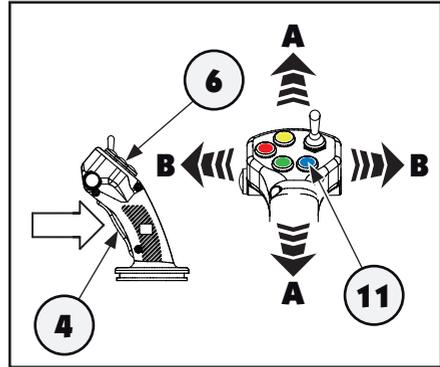

Abb. 5.75
Wenn der Joystick (6) in die in der Abbildung (Abb. 5.75) gezeigte Richtung "A" bewegt und gleichzeitig die Sicherheitstaste (4) (Tot Mann-Taste) und die blaue Taste (11) gedrückt werden, wird die ein-fachwirkende Hydraulikbuchse, die sich auf dem vorderen Ventilblock (Abb. 5.76) befindet, gespeist (bei den Traktoren mit Fronthebewerk heben oder senken sich die Arme).
Wenn der Joystick (6) in die in der Abbildung (Abb. 5.75) gezeigte Richtung "B" bewegt und gleichzeitig die Sicherheitstaste (4) (Tot Mann-Taste) und die blaue Taste (11) gedrückt werden, werden die Schnellkuppler gespeist, wie in Abbildung (Abb. 5.77) dargestellt.